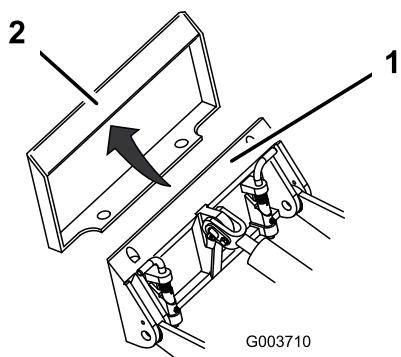

Figura 22
4. Coloque la placa de montaje debajo del reborde superior de la placa receptora del accesorio (Figura 22).